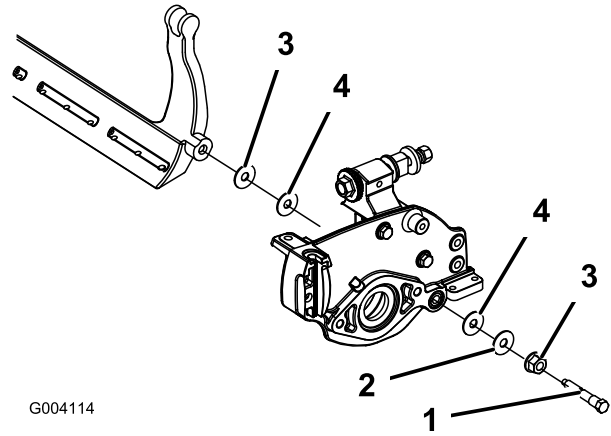

Figura 58
4. Remova cada uma das cavilhas da barra de apoio, de modo a permitir puxá-la e retirá-la da máquina. Guarde as duas anilhas de nylon e as duas anilhas de aço prensado de cada uma das extremidades da barra de apoio (Figura 58).